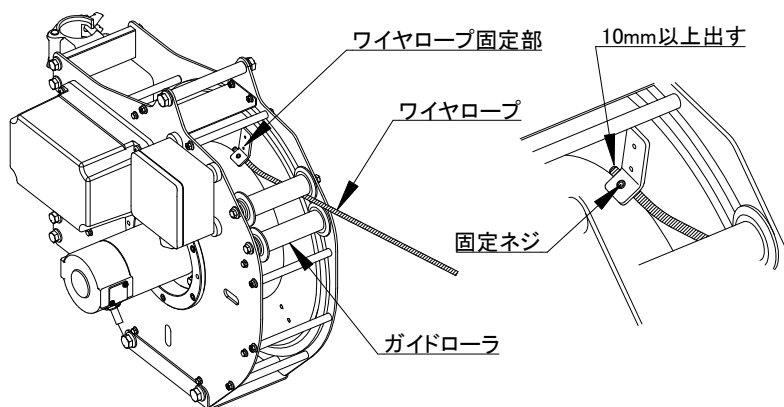

図3-3-1
- ① ベビー・ワインダーを巻下げ操作しロープリールに巻かれたワイヤロープを巻出し固定部から外してください。（図 3-3-1 参照）
- ② 巻下げ操作しベビー・ワインダーからワイヤロープを全て巻きだしてください。エンドコマが付いている場合は外してください。
- ③ 外したワイヤロープの先端（フックがない方）を再度ロープリールの固定部に取付けてください（図 3-3-1 参照）
- ④ ロープリールの切替付ペンダントスイッチの「巻」ボタンを押して巻取を行ってください。片寄りや過度の乱巻きにならないようにしてください。